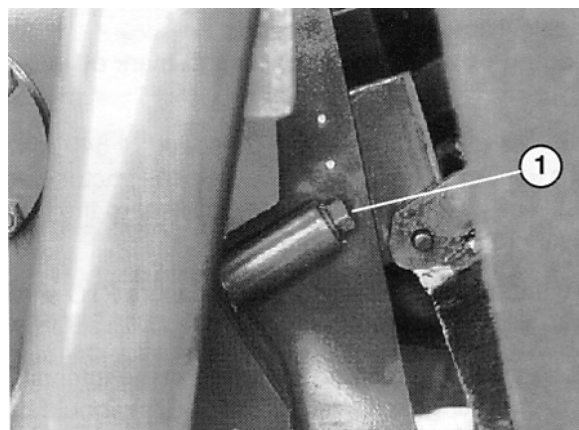

Fig. 11
1. Foran lufteren fjern de 2 propper fra gearkassens porte (fig. 11).